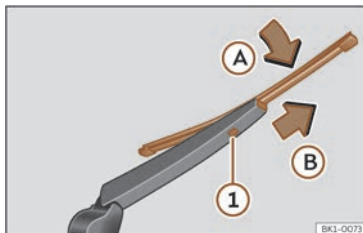

Abb. 188 Scheibenwischerblatt der Heckscheibe auswechseln.
- Das Wischerblatt leicht drehen >>> (Abb. 188) (Pfeil A).
- Die Entriegelungstaste ① gedrückt halten und gleichzeitig das Scheibenwischerblatt in Pfeilrichtung B abziehen.
- Neues Heckscheibenwischerblatt **gleicher Länge und Ausführung** entgegen der Pfeilrichtung B auf den Scheibenwischerarm schieben, bis der Mechanismus ① einrastet.